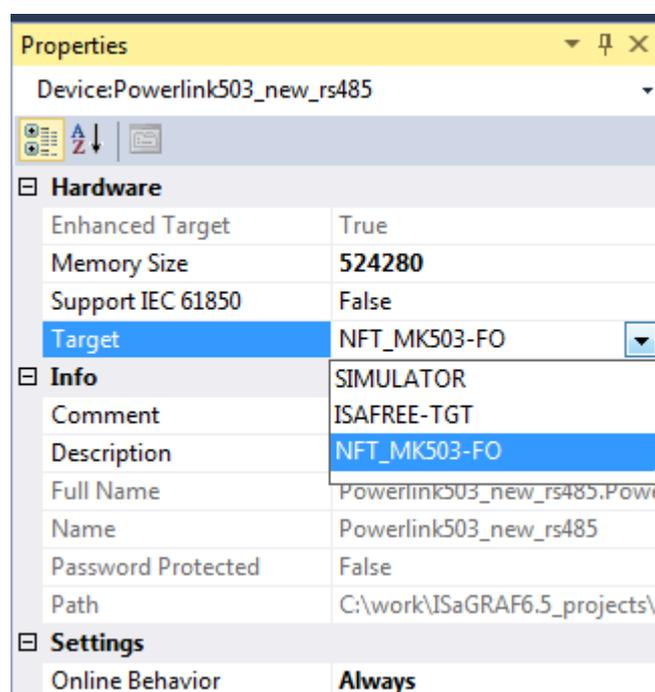

Рис. 2.5 – Применение импортированного tdb-файла
4) Для применения импортированного tdb-файла следует выбрать в дереве проекта устройство, и в окне «Properties» в секции «Hardware» для параметра «Target» выбрать «NFT_MK501_2-FO» или «NFT_MK503-FO» (Рис. 2.5), в зависимости от типа модуля центрального процессора. В ходе применения новых настроек будет выведено окно с перечнем отличий между старыми и новыми параметрами, для окончательного применения параметров следует нажать кнопку «Yes».